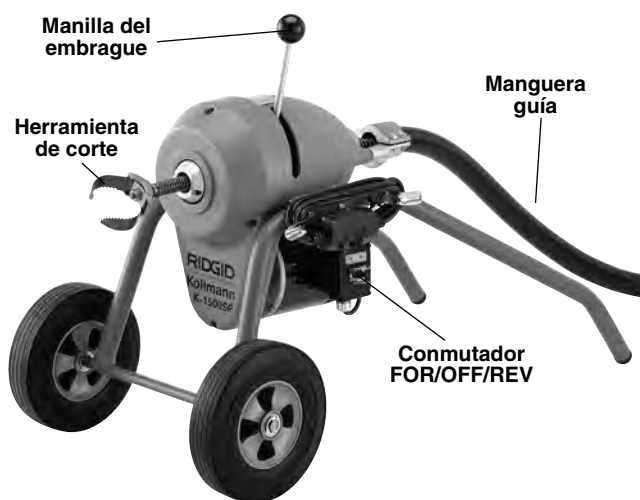

Figura 2 – Limpiadora de desagües K-1500B y K-1500SP
1. Asegure que la máquina limpiadora esté desenchufada y que el conmutador esté en posición **OFF** (apagado) (Figura 1 y Figura 2).